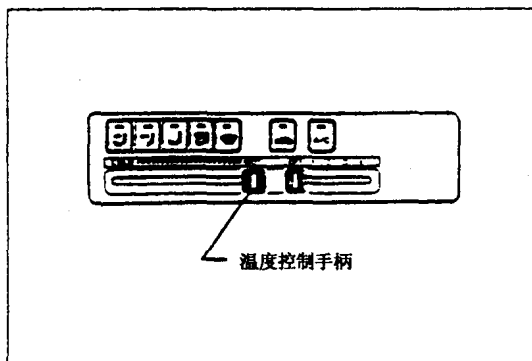

图 1-7
(1) 散热器的“TEMP”（温度）控制手柄置于全开位置“HOT”，见图 1-7。